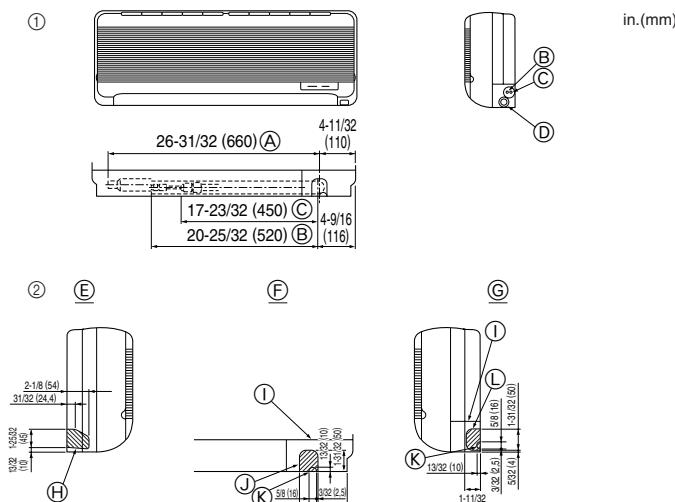

Fig. 4-3
■ PKFY-P06/P08NAMU-E (Fig. 4-3)
- ① Position des tuyaux de réfrigérant et d'écoulement
- (A) Longueur totale de tuyau flexible
- (B) Tuyau à liquide
- (C) Tuyau à gaz
- (D) Tuyau flexible d'évacuation
- ② Déterminer la position des orifices à dégager sur le corps de l'appareil.